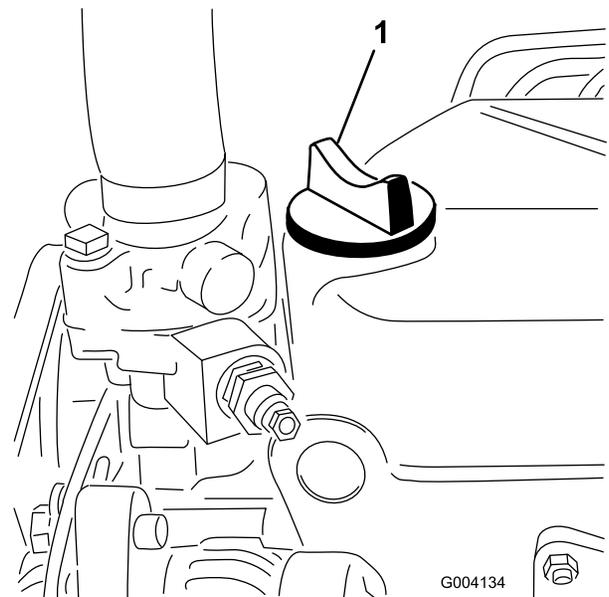

Figura 33
5. Si el nivel de aceite está por debajo de la marca Lleno, retire el tapón de llenado (Figura 33) y añada aceite hasta que el nivel llegue a la marca Lleno.